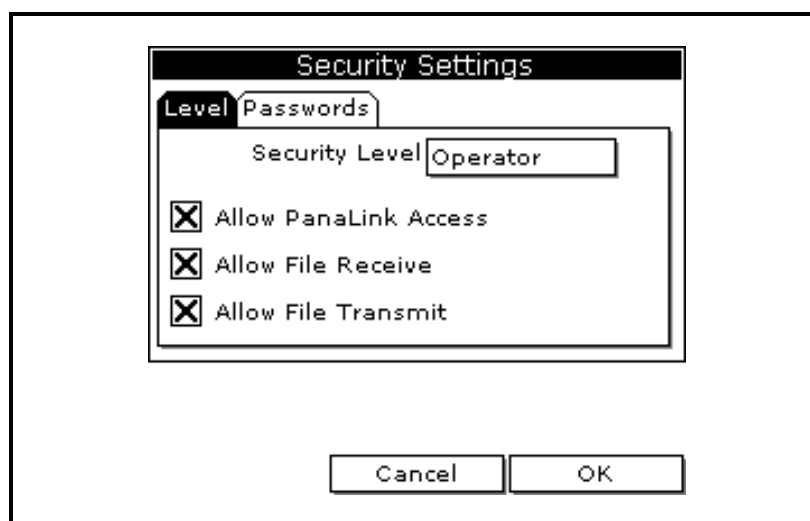

图 5-3：Security Level（安全级别）窗口
4. 使用方向键移至 Level（级别）选项卡，然后按 [ENTER]（进入）。此时将出现类似于下图 5-3 的屏幕。